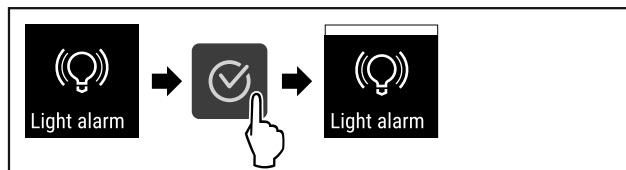

Fig. 98
- ▶ Wykonać czynności (patrz Fig. 98) .